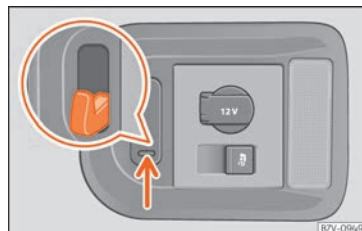

**Fig. 150** En el maletero: ganchos para bolsas.
A la derecha del maletero hay unos ganchos basculables para colgar bolsas »» fig. 150.
- Presione hacia abajo en los ganchos para bolsas »» fig. 150 (flecha) y abátalos.